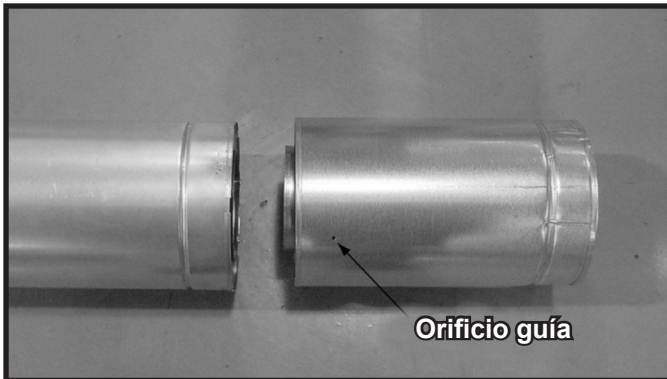

Figura 10.3 Orificio guía de la sección ajustable
- Deslice el tubo interno de la sección ajustable dentro del tubo interno de la sección fija y el tubo externo de la sección ajustable dentro del tubo externo de la sección fija. Consulte la Figura 10.3.